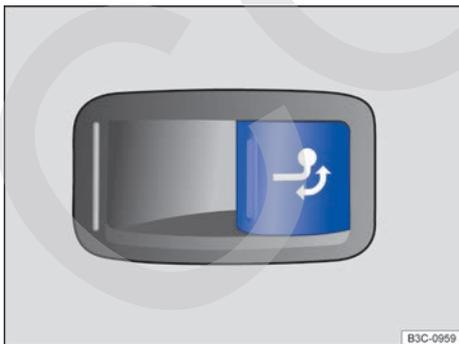

Fig. 153 En el lado derecho del maletero: tecla para desbloquear el enganche de bola.
- Tire de la tecla → fig. 153 brevemente. El enganche de bola se desbloquea eléctricamente y se gira automáticamente hacia fuera. El testigo de control de la tecla parpadea → fig. 153.
- Tire de la tecla → fig. 153 brevemente. El enganche de bola se desbloquea eléctricamente.
- Gire el enganche de bola por debajo del paragolpes con la mano hasta que perciba y oiga que encastra y se encienda el testigo de control en la tecla → fig. 153 de forma permanente.
- Si el testigo de control de la tecla → **fig. 153** *parpadea*, significa que el enganche de bola aún no ha encastrado correctamente o que está dañado → **▲**.
- No pulse nunca la tecla → **fig. 153** cuando haya un remolque enganchado o vaya montado un portaequipajes u otros accesorios sobre el enganche de bola.